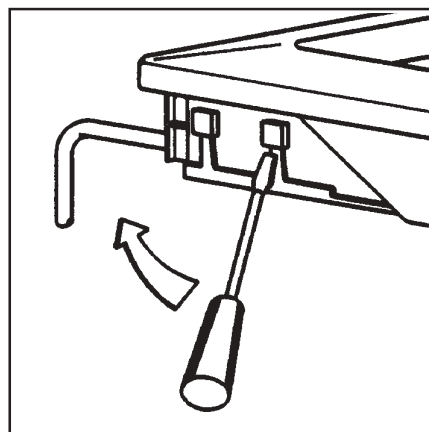

Fig. 9
Nel caso di sostituzione del cavo è necessario usare solo cavi del tipo H05V2V2-F (T90), adatti al carico e alla temperatura di esercizio. Inoltre, è necessario che il cavetto di terra giallo/verde sia più lungo di circa 2 cm. dei cavetti di fase e neutro (Fig. 9).
- premete leggermente e fate leva verso l'alto (Fig. 9).